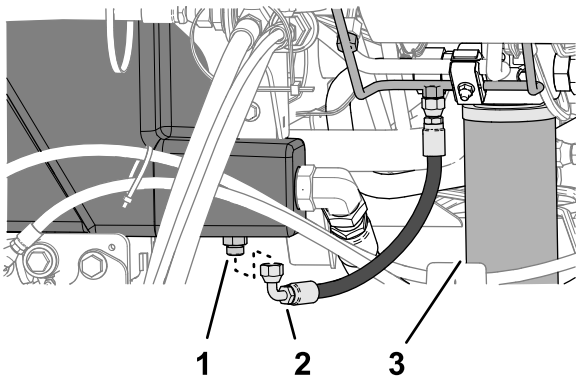

Figure 143
2. Placez un grand bac de vidange sous le raccord droit (Figure 143) du réservoir hydraulique; voir Contrôle du niveau de liquide hydraulique \(page 80\).